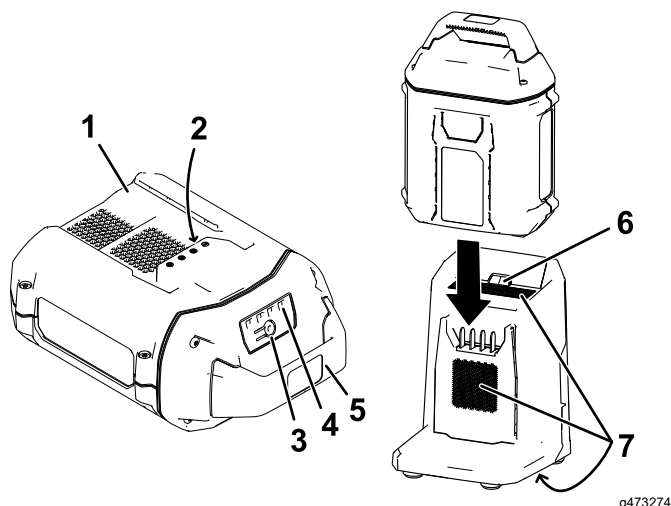

Figura 19
2. Alinai canalul acumulatorului (Figura 19) cu limba încărcătorului.
3. Glisai acumulatorul în încărcător până când este fixat corespunzător (Figura 19).